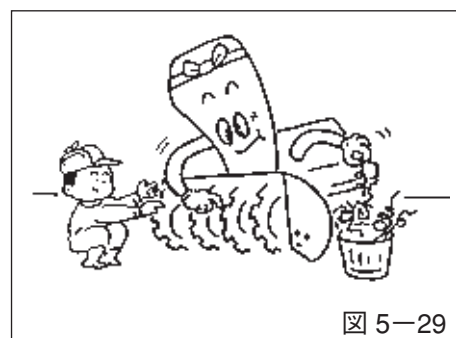

図 5-29
2. ブロワ及びオーガ軸にビニール紐などが巻き付いていたら、取り除いてください。そのまま運転しますと、オーガミッションのオイルシールを傷め、オイル漏れを起こし、ミッション内のギヤ破損の原因になります。(図 5-29 参照)